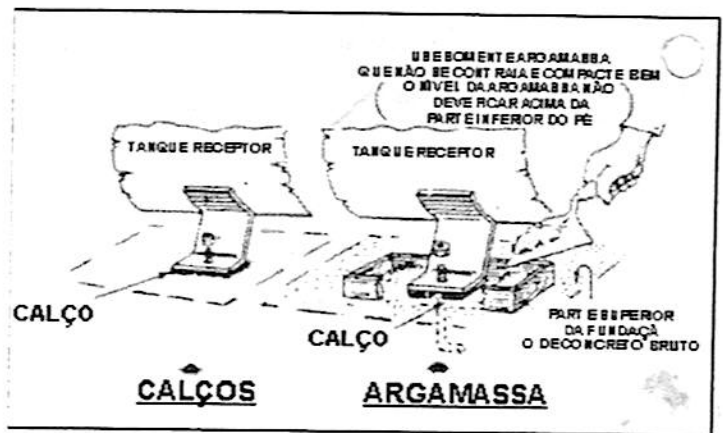

Figura 2-2. Métodos de nivelar a unidade.
- Aperte igualmente, com um torque moderado, as porcas de três dos quatro pés do tanque. Se a unidade não estiver nivelada insira calços de metal, como mostra a figura 2-2, sob um ou dois pés, para nivelar o equipamento, e reaperte as porcas.